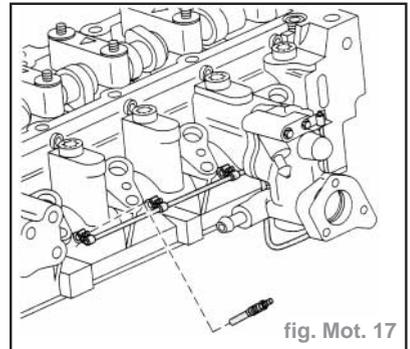

fig. Mot. 17
- Les bougies de préchauffage sont logées parallèlement aux injecteurs dans la culasse et réchauffent la chambre de combustion lorsqu'elles sont activées par le **PCM** (fig. Mot. 17).